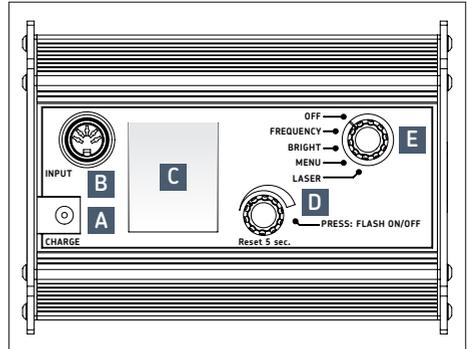

Fig.1 – Stroboscope SKF TKRS 41
### 5.1 Connecteurs (→ fig. 1)
1. Chargez l'appareil : branchez le chargeur dans la prise CHARGE (A) à l'arrière de l'appareil (→ fig. 1).
2. Dirigez l'appareil vers un objet en mouvement et mettez-le sous tension. Tournez le commutateur sélecteur (E) d'un cran vers la gauche sur la position « FREQUENCY ».